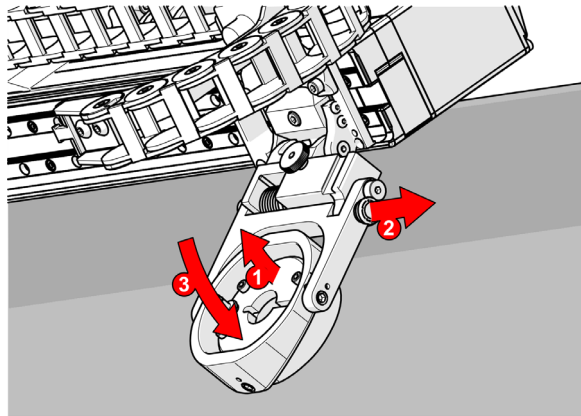

Abbildung 2-44 Entfernen von Schwenknase und Wagenhalterung
1. Heben Sie die Prüfkopfhalterung vorsichtig an (siehe Abbildung 2-44 auf Seite 78).
2. Ziehen Sie an der Verriegelung des Prüfkopfhalters (siehe Abbildung 2-44 auf Seite 78).
3. Senken Sie den Prüfkopfhalter vorsichtig auf die Scanfläche ab (siehe Abbildung 2-44 auf Seite 78).